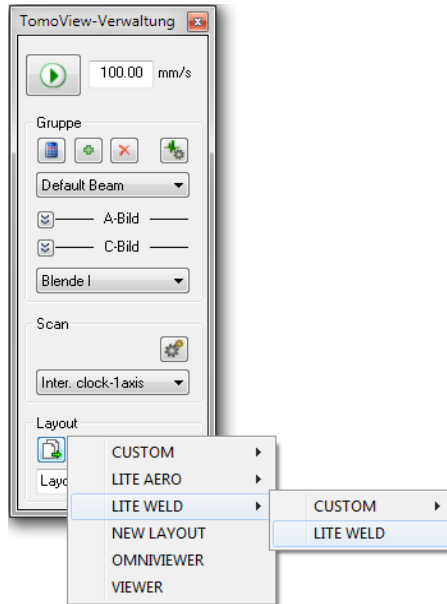

Abbildung 4-35 Liste der Vorlagen
1. Klicken Sie im Dialogfeld **TomoView-Verwaltung** auf , um eine Layout-Vorlage auszuwählen (siehe Abbildung 4-35 auf Seite 276).